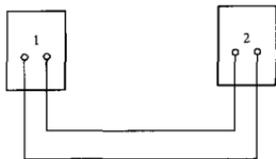

图 3 测电压误差连线图
15.3 电压误差采用直接测量法检定，按图 3 连接测量电路。